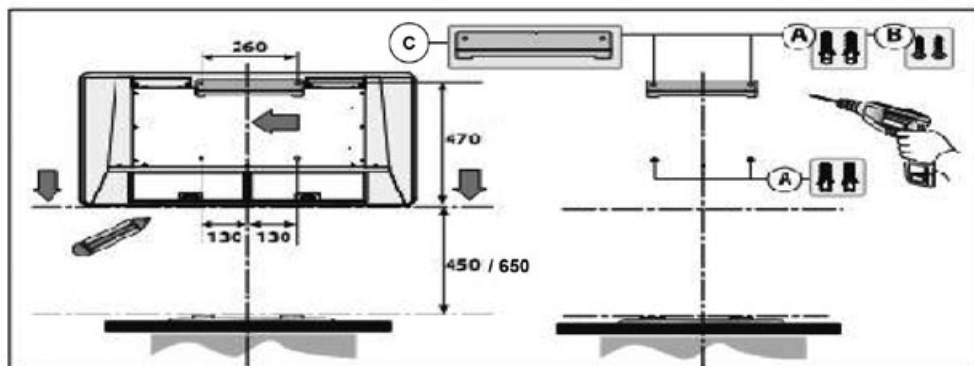

Рис. 10
Провести разметку нижней стороны вытяжки на стене, учитывая размеры, указанные на Рис. 10 и минимальное расстояние от варочной панели.
- Отметить и просверлить отверстия, соблюдая расстояния, указанные на Рис. 10.
- Вставьте 4 расширительные вставки **A** рис. 10.
- Укрепите скобу **C** к стене 2-мя винтами **B** рис. 10.